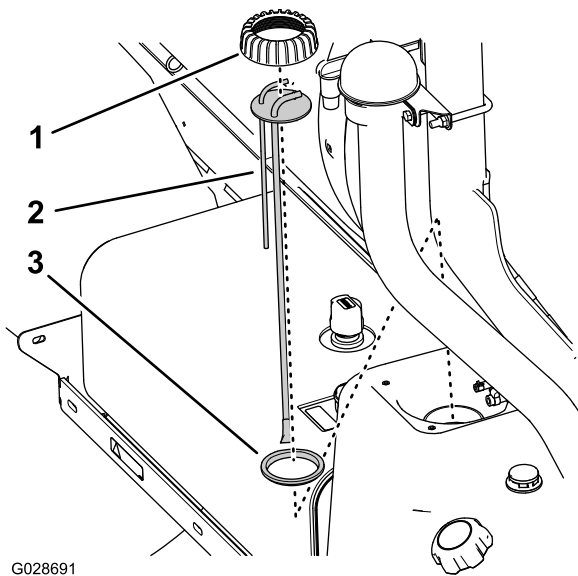

Figura 78
5. Ruotate il tappo del raccordo tubo/trasmittitore del carburante in senso antiorario, poi rimuovete il tappo (Figura 78).
6. Sollevate il gruppo del raccordo tubo/trasmittitore del carburante dal serbatoio del carburante (Figura 78).
1. Montate il tappo del tubo sopra il tubo stesso e quest'ultimo sulla guarnizione (Figura 78).
2. Allineate il tappo, il tubo e la guarnizione al serbatoio e, con attenzione, inserite il nuovo gruppo del tubo nel serbatoio del carburante (Figura 78).
3. Avvitare il tappo sul collo del serbatoio del carburante e serratelo manualmente (Figura 78).